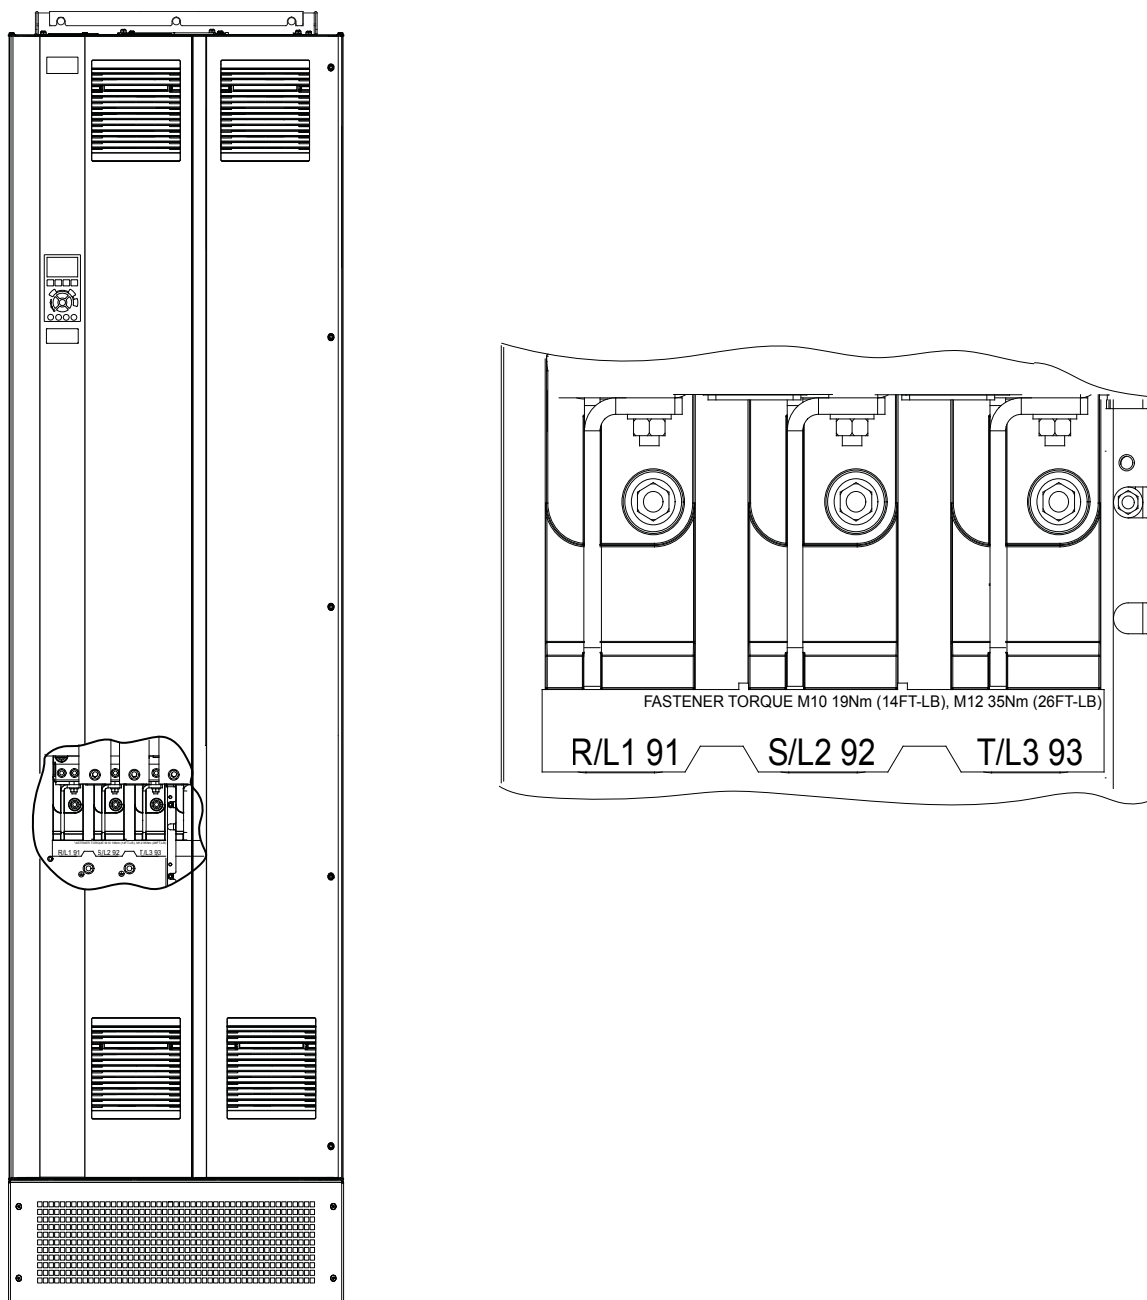

図 5.4 交流主電源端子 (E1h 表示)。端子の詳細ビューについては、章 5.7 端子寸法を参照してください
4. 3相交流入力電力のワイヤを端子 R、S、T に接続します (図 5.4 を参照)。